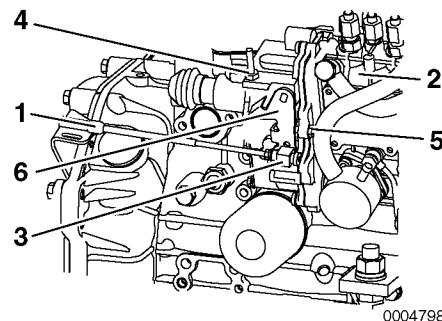

Figura 4
Nunca ajuste o parafuso de paragem a alta velocidade (**Figura 4, (4)**) no regulador. Isto anulará a garantia do motor.